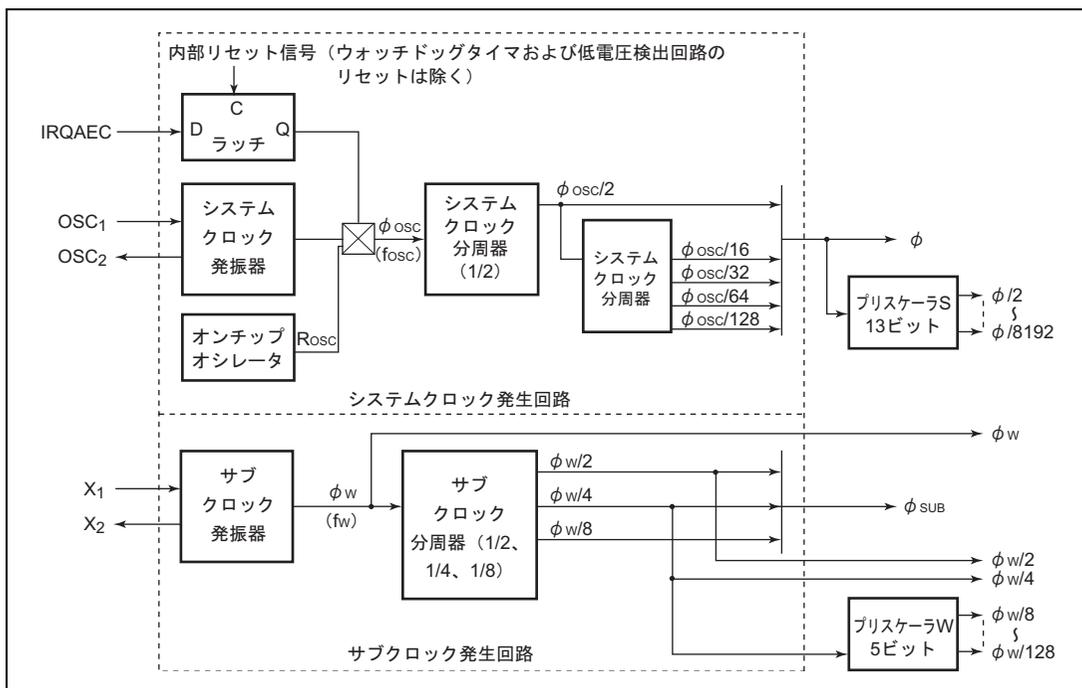

図 4.2 クロック発生回路のブロック図 (H8/38124 グループ)
システムクロック分周器へクロックを供給する方法には、水晶発振子またはセラミック発振子を接続する方法と、外部クロックを入力する方法があります。また、図 4.2 に示すように、H8/38124 グループではシステムクロック発振器とオンチップオシレータを選択可能です。選択方法については、「4.2 (5) オンチップオシレータを選択する方法」を参照してください。